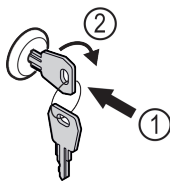

Fig. 105
- ▶ Włożyć kluczyk Fig. 105 (1).
- ▶ Przekręcić kluczyk o 90° w prawo Fig. 105 (2).